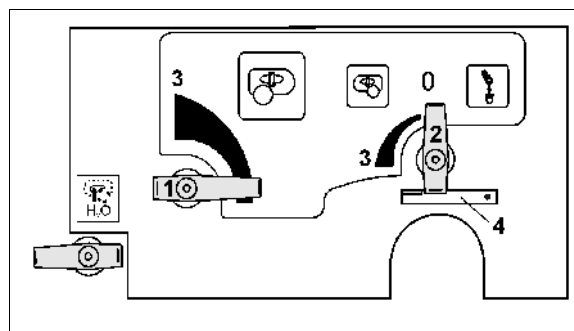

Рис. 44
- для главной мешалки при помощи регулировочного крана (Рис. 44/1).
- для дополнительной мешалки при помощи регулировочного крана (Рис. 44/2).
Соответствующая мешалка отключается в положении регулировочного крана 0. Наивысшая интенсивность смешивания достигается в положении (Рис. 44/3).
Защита для функции спуска напорного фильтра (Рис. 44/4).